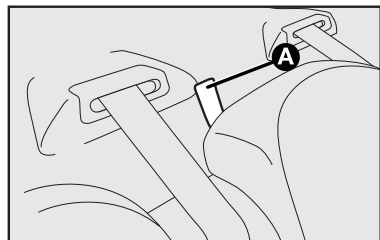

fig. 90
4) Desenganche el respaldo, tirando de la lengüeta **A-fig. 90**.